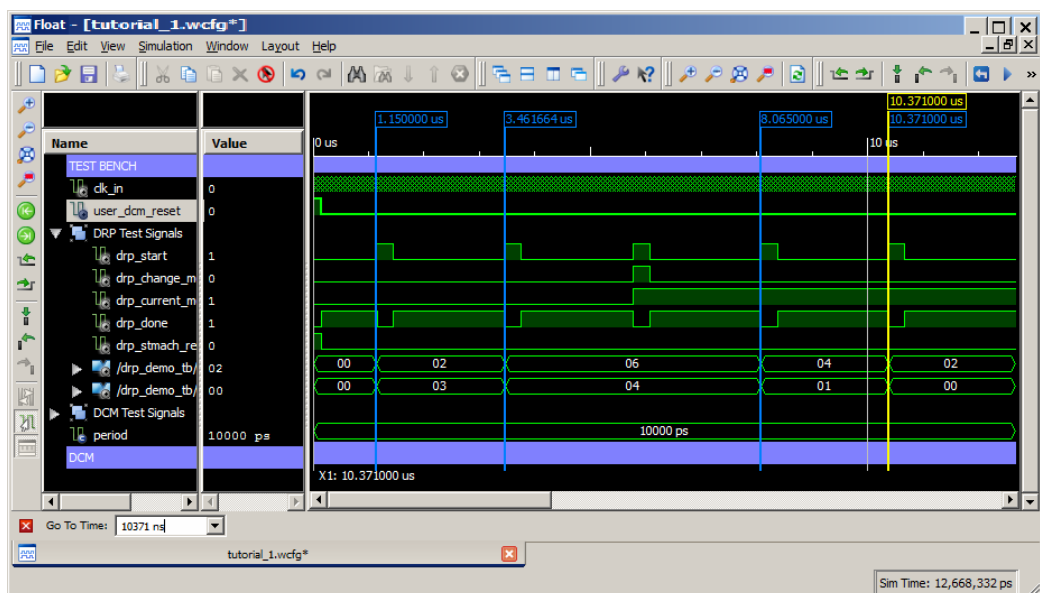

図 3-26 : テストの開始点をマーカーで識別
4. [Console] パネルでテストベンチで実行された 4 つのテストの開始時間を確認し、そこにマーカーを追加します。波形ウィンドウは、図 3-26 のように表示されます。